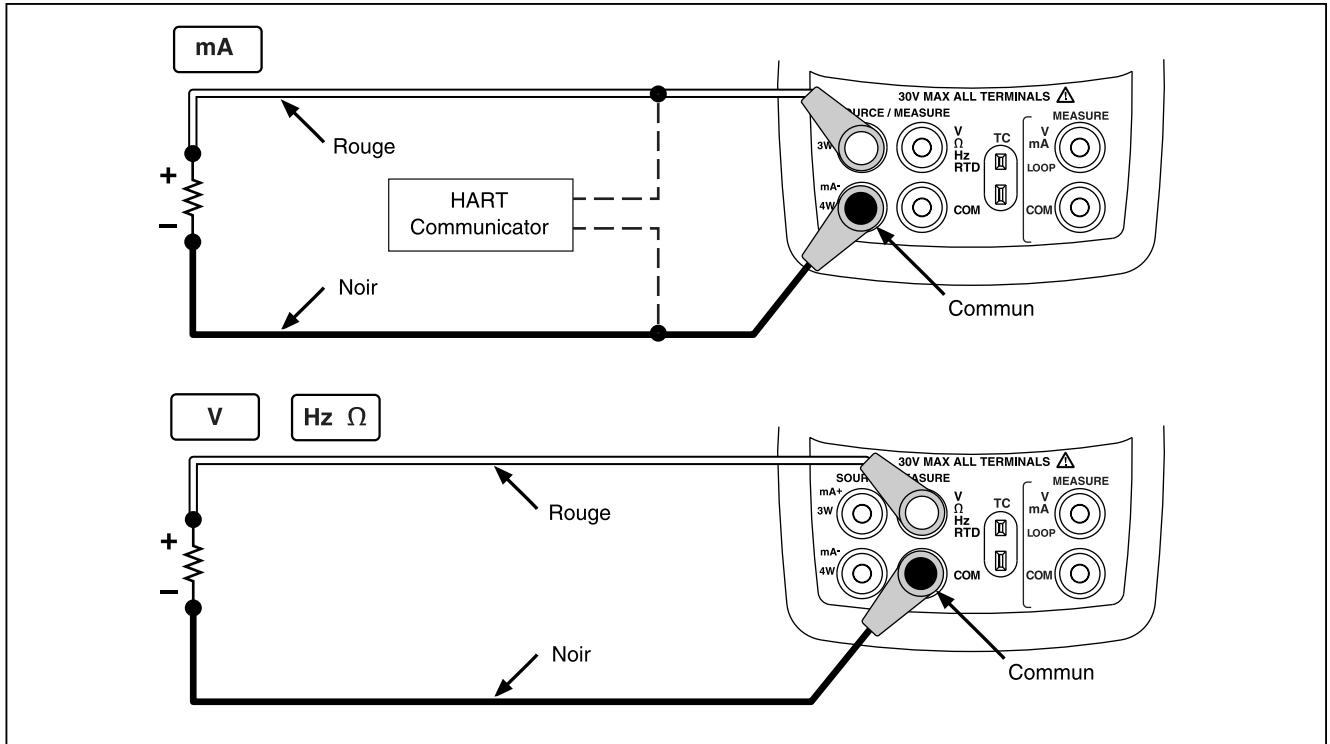

Figure 15. Branchements pour le mode source des paramètres électriques
1. Branchez les cordons de test suivant la figure 15, selon la fonction de source.